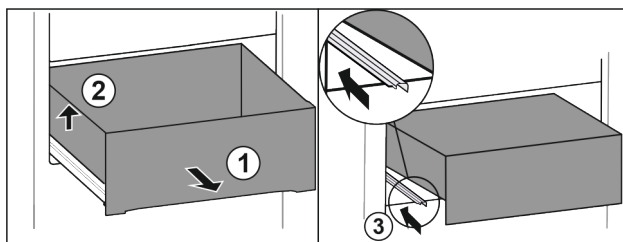

Fig. 113
- Lade tot de aanslag eruit trekken. Fig. 113 (1)
- Lade links optillen. Fig. 113 (2)
- Linker rail erin schuiven. Fig. 113 (3)